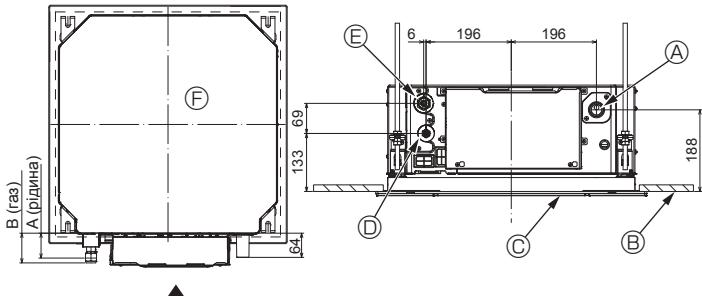

Fig. 5-7
5.4. Розміщення труб холодаагенту та дренажних труб (Fig. 5-7)